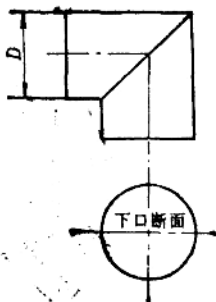

图 22
15. 用平行线展开法作两节等径直角弯头的展开图, 并写出作图步骤 (见图22)。